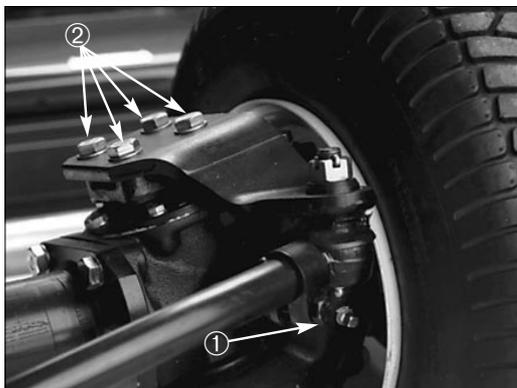

Bild 6
2. Entfernen Sie je eine Verschlusschraube aus den Enden der Achse und stellen Sie sicher, daß der Ölstand die Unterseite der Löcher erreicht. Bei niedrigem Ölstand entfernen Sie eine Befestigungsschraube über den jeweiligen Verschlusschrauben und füllen genug Öl nach, um den Füllstand bis zur Unterseite der Löcher anzuheben (Bild 6).